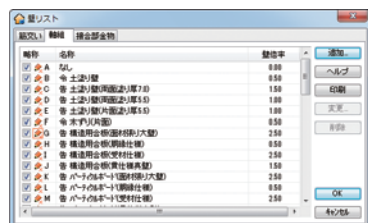

図2 耐力壁の登録画面
- ・その建物で使われる耐力壁だけを表示するように設定できますが、建築基準法施行令第46条と告示1100号に示された耐力壁はあらかじめ登録されています。また、壁の追加も簡単です(図2)。